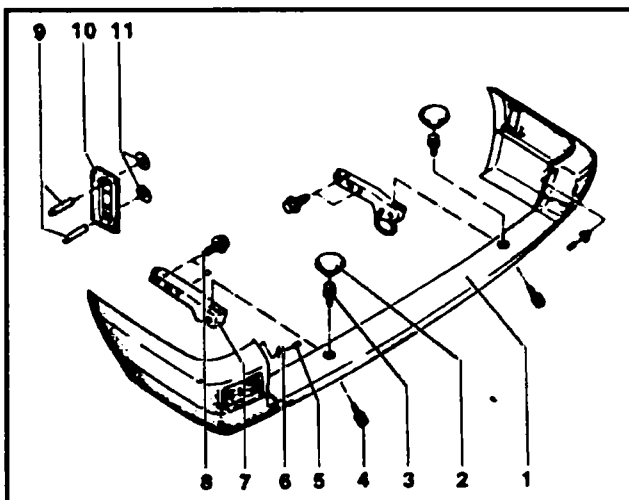

Рис. 10.8 Снятие и установка заднего бампера - модели выпуска до 1996 г
♦ Отверните болты (3) и (4) (см. рис. 10.8), выньте болты с шайбами.